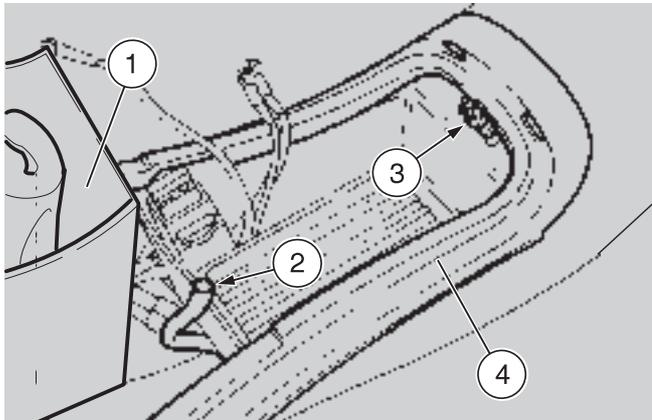

Abb. 40
- ◆ Werkzeugkit (1-Abb. 40) herausnehmen.
- ◆ Batterientlüftungskabel (2-Abb. 40) trennen.
- ◆ Schraube (3-Abb. 40) herausdrehen und Scheibe auffangen.
- ◆ Inspektionsdeckel (4-Abb. 40) entfernen, in Fahrtrichtung herausnehmen.